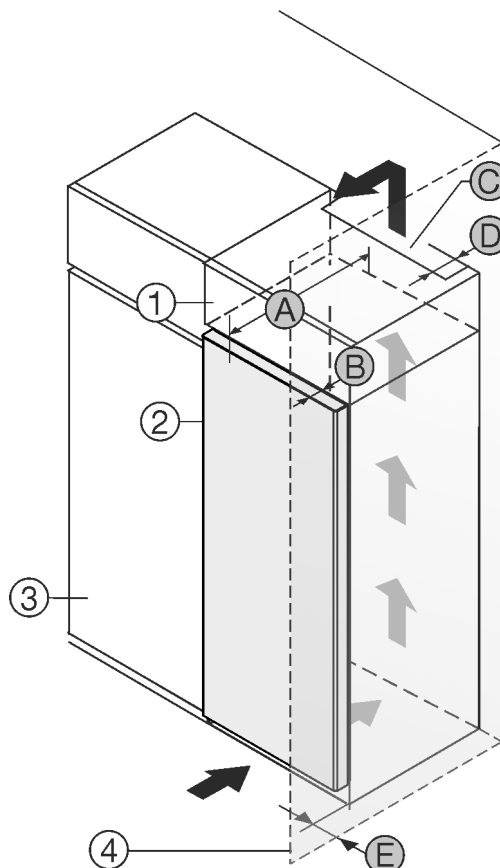

Fig. 1
- (1) Opbouwkast*
- (2) Apparaat*
- (3) Keukenkast*
- (4) Wand*
- (A) Diepte apparaat*
- (B) Diepte deur*
- (C) Ventilatie doorsnede*
- (D) Afstand achterzijde apparaat*
- (E) Afstand tot apparaatzijde*
U kunt het apparaat direct naast de keukenkast Fig. 1 (3) opstellen.*
Aan de achterzijde van de opzetkast moet een luchtafvoerkanaal met de diepte Fig. 1 (D) over de volledige breedte van de opzetkast aanwezig zijn.*
Onder het plafond moet de ventilatie doorsnede Fig. 1 (C) worden aangehouden.*
Als u het apparaat met de scharnieren naast een wand Fig. 1 (4) plaatst, moet de afstand tussen het apparaat en de wand minimaal 13 mm bedragen.*
Als u het apparaat met de scharnieren naast een wand Fig. 1 (4) plaatst, moet de afstand tussen het apparaat en de wand minimaal 20 mm bedragen.*
Om de deuren volledig te kunnen openen, moet het apparaat overeenkomstig de deurdiepte Fig. 1 (B) ten opzichte van het keukenkastfront uitsteken. Afhankelijk van de diepte van de keukenkasten Fig. 1 (3) en het gebruik van de wandafstandshouders kan het apparaat verder uitsteken.*